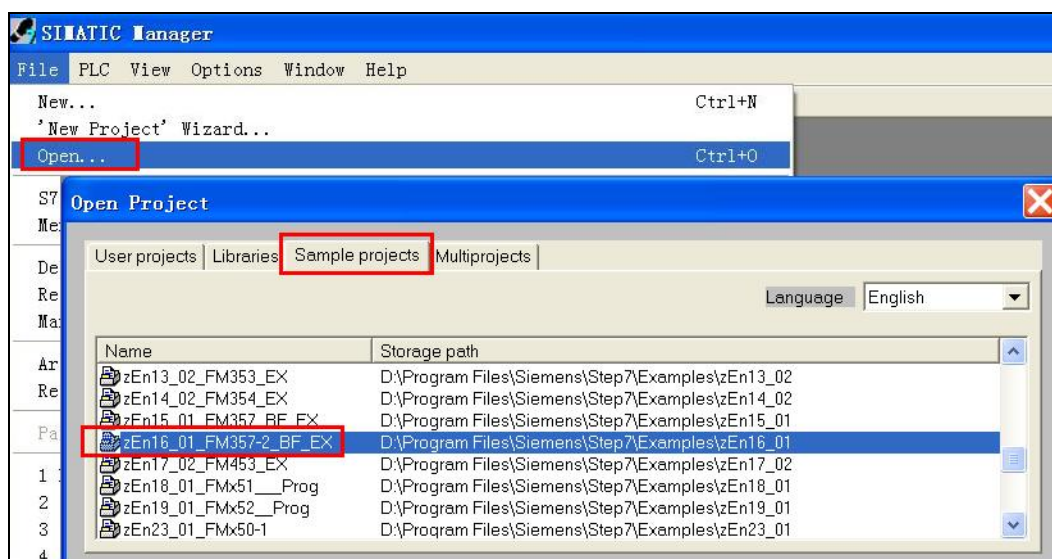

图 13 打开 FM357-2 Sample Project
- 1) 在 STEP7 中打开新项目，选择“Sample Projects”标签，选择并打开项目 zEn16_01_FM357-2_BF_EX（图 13）。